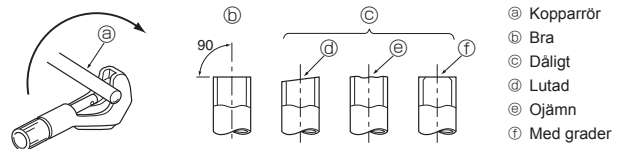

Fig. 5-2
5.3.1. Skära av rör (Fig. 5-2)